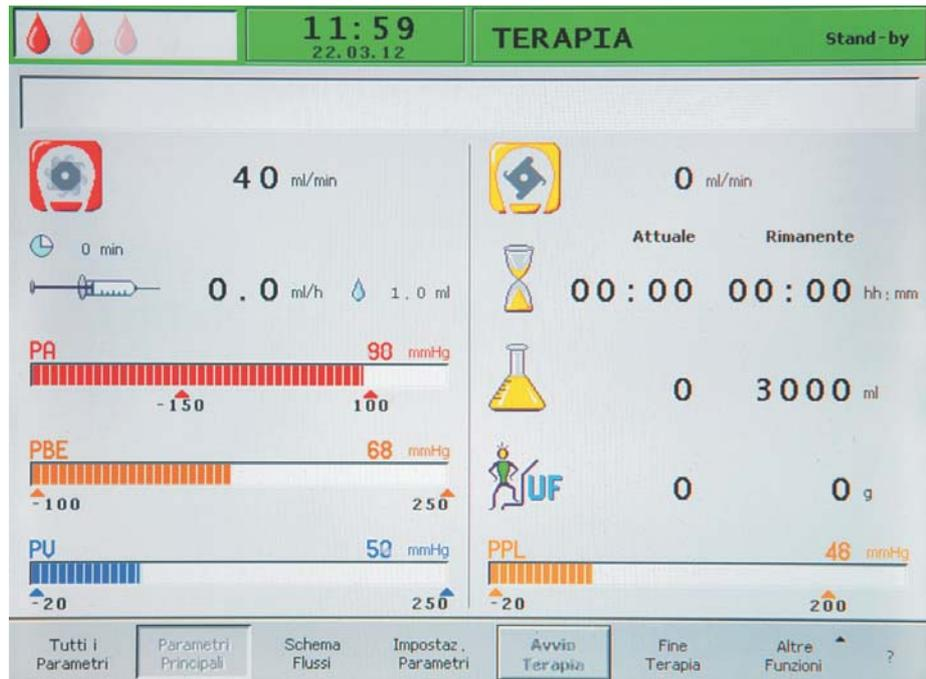

Fig. 2-11 Videata dei parametri principali
- Parametri principali (Fig. 2-11 )
Il display visualizza di default la videata *Parametri Principali* (Fig. 2-11 ).